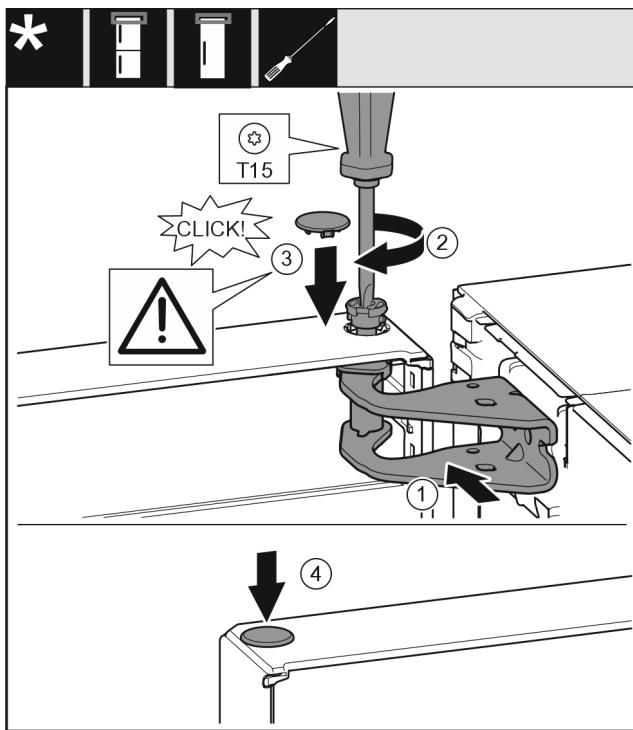

Fig. 21
- ▶ Ευθυγραμμίστε την πόρτα επάνω με το άνοιγμα στο στήριγμα. Fig. 21 (1)
- ▶ Τοποθετήστε τον πείρο Fig. 21 (2) και σφίξτε με κατσαβίδι.
- ▶ Τοποθετήστε το κάλυμμα ασφάλισης Fig. 21 (3) για την ασφάλιση της πόρτας: Τοποθετήστε το κάλυμμα ασφάλισης και ελέγχετε εάν εφαρμόζει στην πόρτα. Διαφορετικά, τοποθετήστε ολόκληρο τον πείρο.
- ▶ Τοποθετήστε την τάπα Fig. 21 (4).